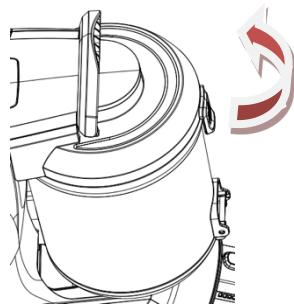

Fig.12
- 3) Como mostra na Fig.12, rode a tampa HEPA para separá-la da tampa do reservatório.